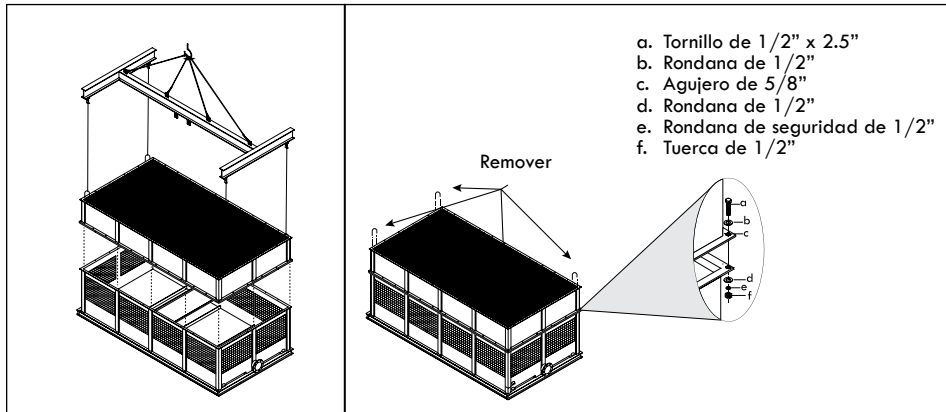

Figura A-49: Instalación de la sección inferior del cuerpo en una torre modelo RTG-D, RTG-E, RTGTC-G y RTGTC-H.
- J. **Sólo si su torre es un modelo RTG-D o RTG-E:** este modelo incluye una parte adicional al cuerpo llamada Sección Inferior del Cuerpo. Coloque la sección inferior del cuerpo encima de la cisterna, luego atornille y asegure la brida horizontal con la tornillería de acero inoxidable suministrada por REYMSA (ver Figura A-49).
- K. Después de instalar la sección inferior del cuerpo, remueva las argollas de izar que se encuentran en la brida antes de instalar la siguiente sección (ver Figura A-49).